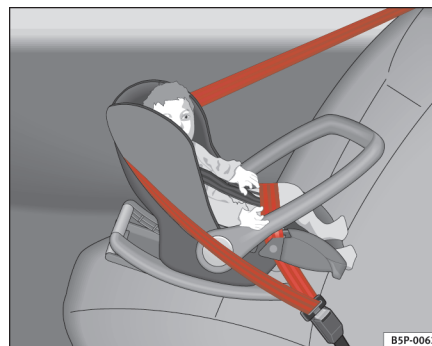

Fig. 28 Børnesæde monteret mod kørselsretningen på baksædet – gruppe 0
**Gruppe 0:** Til babyer indtil ca. 9 måneder på op til 10 kg er børnesædet på billedet ⇒ fig. 28 bedst egnet.